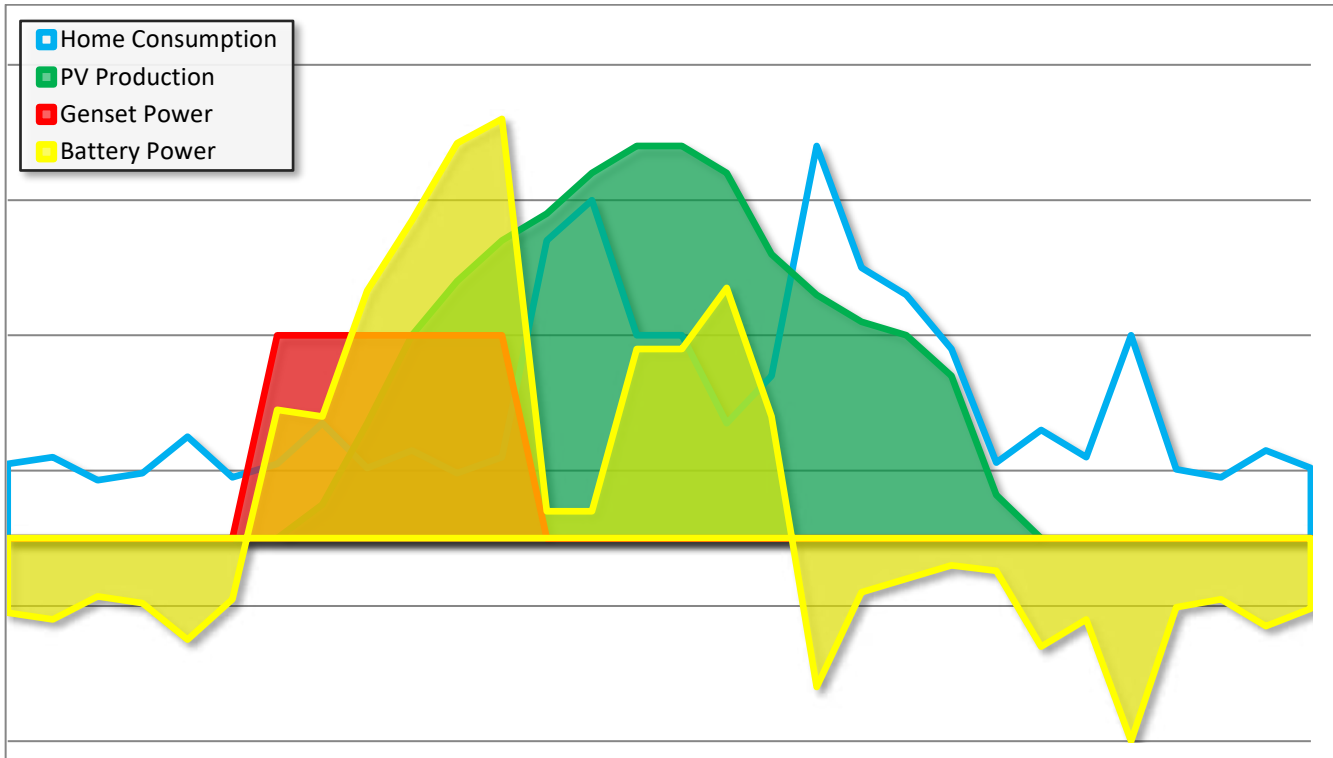

Fig.9 Logica di funzionamento
- 4) in base alle condizioni di carica della batteria, della presenza del gruppo elettrogeno di ingresso, si può osservare il corretto funzionamento della logica di funzionamento dell'inverter, come da *Fig.9*.